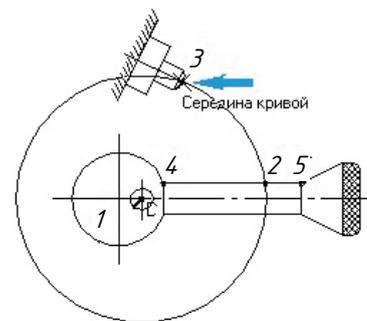

Рис. 2.17
- Укажите курсором на отрезок упора, как показано стрелкой на рис. 2.17.